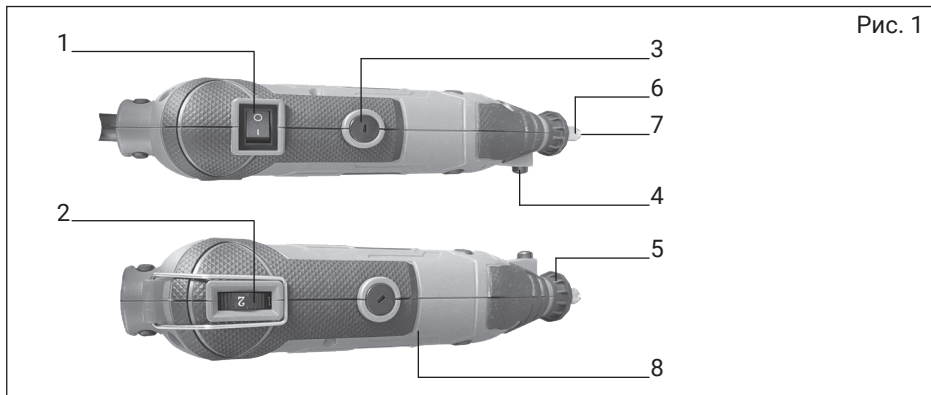
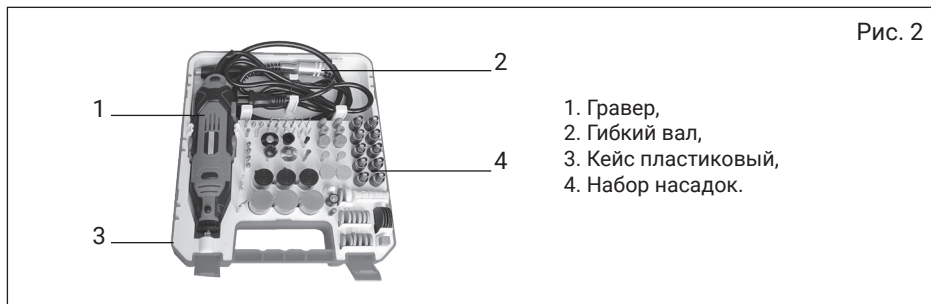
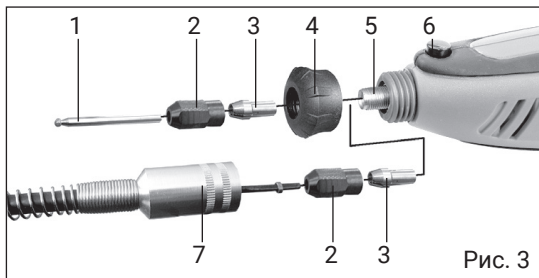

Рис. 1
Рис. 2
Рис. 3
Расположены в пластиковом корпусе (рис. 1, поз. 8), состоящем из двух половин. Выключатель гравёра (рис. 1, поз. 1) имеет два фиксированных положения: «I» - включено и «0» - выключено. Регулятор оборотов (рис. 1, поз. 2) изменяет скорость вращения якоря двигателя (шпинделя) в пределах от 8000 до 35000 об/мин. Насадки зажимаются в цанговом патроне (рис. 3) (свёрла, биты, фрезы, насадки для крепления кругов, щётки и т.д.). Это основные рабочие инструменты гравёра.
4.3 Гравёр с набором принадлежностей в кейсе представлен на рис. 2
Гибкий вал (рис. 2, поз. 2) позволяет проводить работу в труднодоступных местах. Блокировка рабочего вала (рис. 1, поз. 4) позволяет быстро менять цанги и соответствующие им насадки
- нажмите и удерживайте в нажатом положении кнопку (рис. 1, поз. 4) блокировки рабочего вала инструмента. Ослабьте зажимную гайку цанги (рис. 1, поз. 3).
- установите в цанговый патрон необходимую рабочую насадку (см. рис. 3).
- надёжно зажмите насадку в цанговом патроне плотно закрутив зажим цанги (рис. 3, поз. 2), при этом следует надёжно удерживать кнопку стопора (рис. 3, поз. 6).
- для замены цанги необходимо: полностью выкрутить зажим цанги, вынуть цангу, установить цангу нужного размера и зафиксировать её зажимом цанги (рис. 3).
5.4 Установка рабочего инструмента и гибкого вала (см. рис. 3):
- открутить и снять защитную гайку (рис. 3, поз. 4) гравёра;
- нажав кнопку блокировки рабочего вала (рис. 3, поз. 6), ослабить зажим цанги;
единительную муфту гибкого вала (рис. 3, поз. 7) к гравёру на место защитной гайки (рис. 3, поз. 4).
- нажать кнопку включения (рис. 1, поз. 1);